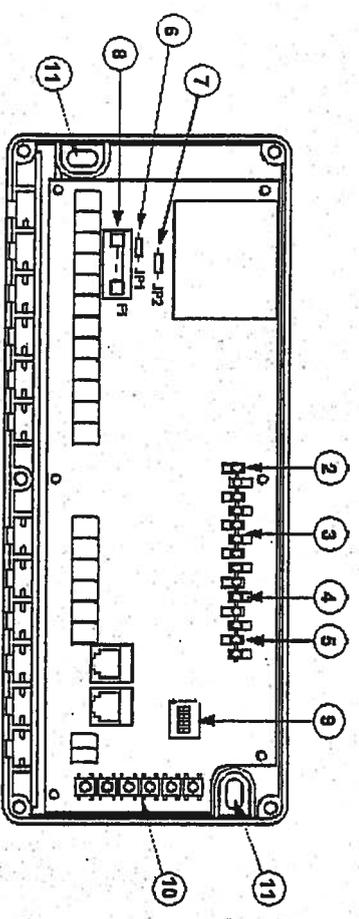

Fig. 2. Styresystemets printkort, med opbygning, sikring og DIP-switch
Klemme 1 og 2 er til strømforstyrrelsen 230V, (1) = neutral. De interne et-delle er beskyttet af en intern sikring, mens kanalerne er beskyttet af en 0,5A sikring F1 (8) fig. 2.
1. Fjern jumperne JP1 og JP2 mærket (6) og (7) fig. 2. Dette vil fjerne 230V forstyrrelsen fra udgangene.
4. Check at sikringen F1 (8) fig. 2, ikke overbelastes. (se følgende).
1. Fjern jumperne JP1 og JP2 mærket (6) og (7) fig.2. Dette vil fjerne 230V forsyningen fra udgangen.
Den indbyggede sikring F1 (8) fig. 2 på 1A, skulle kunne garantere en god sikring af systemet ved 230V.